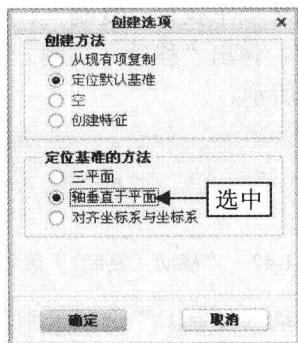

图 11-33 选中相应单选按钮
Step 04 弹出“创建选项”对话框，依次选中“定位默认基准”单选按钮和“轴垂直于平面”单选按钮，如图 11-33 所示。